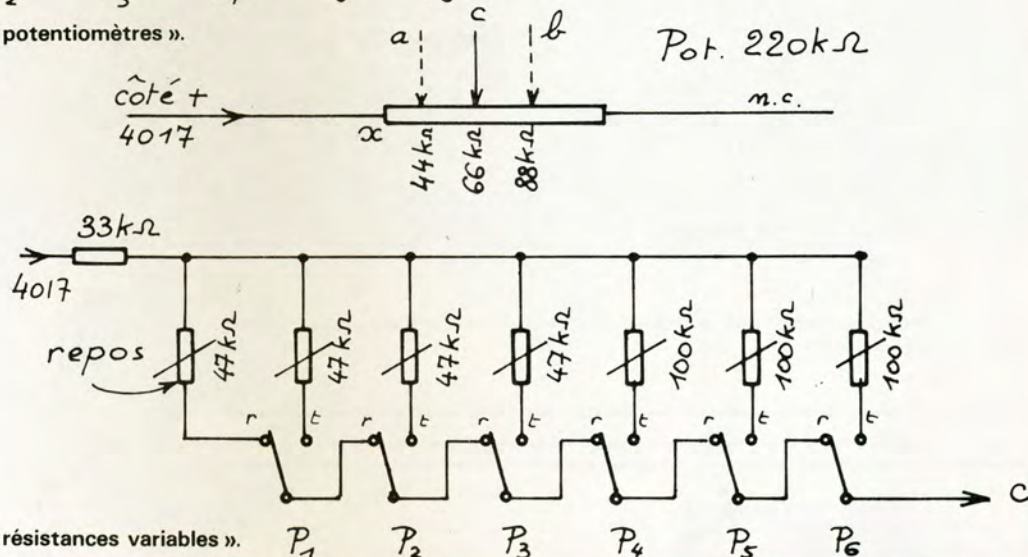

Fig. 10. - Modification d'un codeur à « résistances variables ».
b) Le potentiomètre de l'émetteur est monté en rhéostat (2 fils). C'est le cas des codeurs type C.MOS, les potentiomètres ayant des valeurs élevées, de l'ordre de $220 k\Omega$ (voir la fig. 10).
solution consiste à mettre une résistance ajustable par canal et une pour le repos général. La figure 10 donne les valeurs à prévoir pour des potentiomètres de $220 k\Omega$, calés à $66 k\Omega$ au neutre. C'est le cas du TF6 en codeur C.MOS.